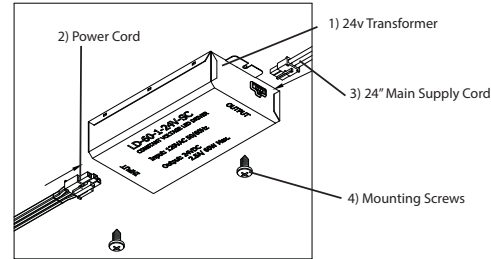

Fig. 1
3. Installer le transformateur (1) au moyen des deux vis (4) fournies avec le transformateur. Voir la fig. 1.
3. Install Transformer (1) with two screws (4) provided with Transformer.- See Fig. 1
3. Instale el Transformador (1) con dos tornillos (4) proporcionados con el Transformador.- Vea Fig. 1.